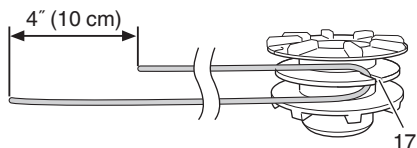

Fig. 22
- (2) Tras retirar la caja, saque el rollo y deseche la línea restante.
- (3) Doble la nueva línea de nylon (aprox. 10 cm) por la mitad tal y como se muestra en la imagen. Enganche el extremo en forma de U de la línea de nylon en la ranura (17) de la división central del rollo. Bobine ambas mitades de la línea en el rollo en la misma dirección, manteniendo cada mitad de la línea en su propio lado de la separación. (Fig. 22)